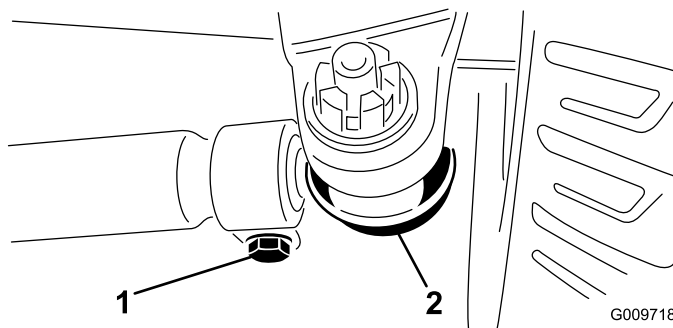

Figure 69
2. Pour le régler, retirez la goupille fendue et l'écrou de l'une des rotules de biellette (Figure 69). Déposez la rotule de biellette du support du corps d'essieu.
3. Desserrez les fixations aux deux extrémités des biellettes (Figure 69).
5. Pivotez l'ensemble biellette dans le même sens d'un (1) tour complet (vers l'intérieur ou l'extérieur). Serrez la fixation à l'extrémité accouplée de la biellette.